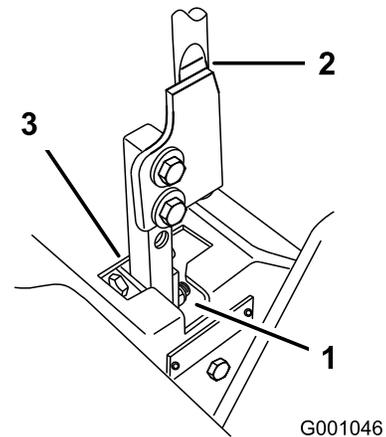

Figura 73
5. Desloque a alavanca para a posição de ponto-morto, mas não bloqueada (Figura 73).
6. Puxe a alavanca para trás até que o pino de segurança (no braço por baixo do eixo da articulação) entre em contacto com a extremidade da ranhura (até começar a fazer pressão na mola) (Figura 73).
7. Verifique onde é que a alavanca de controlo está relativamente ao entalhe na consola (Figura 73). Deverá estar centrada permitindo que a alavanca rode para fora para a posição de bloqueada em ponto-morto.